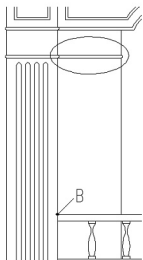
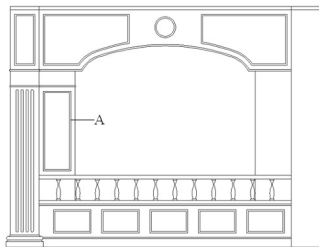

图 5.67 绘制装饰线
图 5.68 矩形 A 向内偏移 20mm
(12) 用【直线】、【偏移】、【修剪】和【圆角】命令绘制图 5.67 圆圈中所示的图形。
(13) 重复步骤(5)~(7), 绘制如图 5.68 所示的矩形 A, 矩形的大小为“380×1110”, 矩形的左下角点到图 5.67 中的 B 点的坐标为“@60, 60”。
(14) 启动【偏移】命令, 将矩形 A 向内偏移 20mm, 结果如图 5.68 所示。